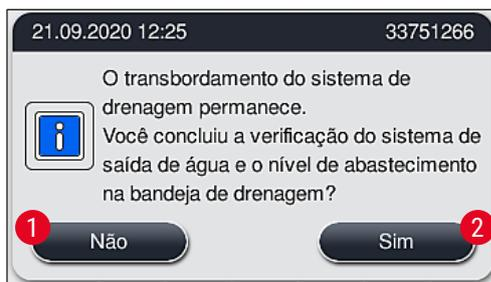

Fig. 126
- Depois de 5 minutos e depois de mais tentativas de limpeza forem realizadas, mas o bloqueio ainda persistir, uma mensagem (→ "Fig. 126") na tela mostra ao usuário que o nível da água está muito alto. Ao pressionar **Não** (→ "Fig. 126-1"), o usuário pode estender o tempo de espera por mais 5 minutos para fazer mais tentativas na limpeza. Se as tentativas de limpezas neste segundo intervalo forem bem-sucedidas, a situação é resolvida como descrito em 1. Se mais tempo for necessário para as medições de limpeza, pressione **Não** (→ "Fig. 126-1"). O intervalo pode ser repetido várias vezes. Se o bloqueio não puder ser eliminado apesar de todas as tentativas de limpeza, pressione **Sim** (→ "Fig. 126-2") para iniciar um processo de cancelamento controlado, veja as seguintes seções 3 e 4.